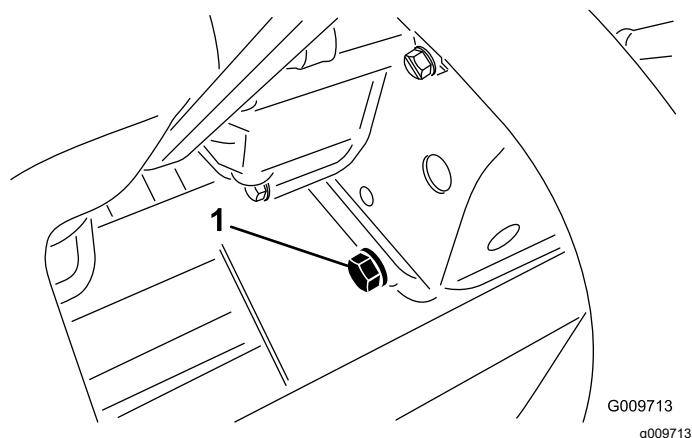

Figura 91
2. Retire o tampão de escoamento (Figura 91) e deixe o óleo escorrer para um recipiente adequado.